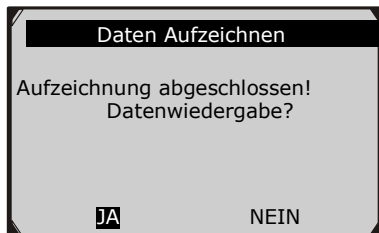

Abbildung 5.27
- 8) Der Scanner zeichnet die PID Daten auf bis der Benutzer die ESC Taste drückt, das ausgewählte Speicherplatz voll ist oder die Aufnahme beendet ist. Eine Meldung fordert die Wiedergabe von Daten und erscheint auf dem Bildschirm. (Abbildung 5.27)